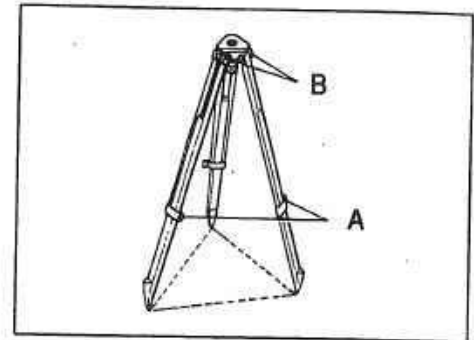

図1
- 1) 三脚バンドを外し、伸縮脚の蝶ねじAをゆるめます。(図1)